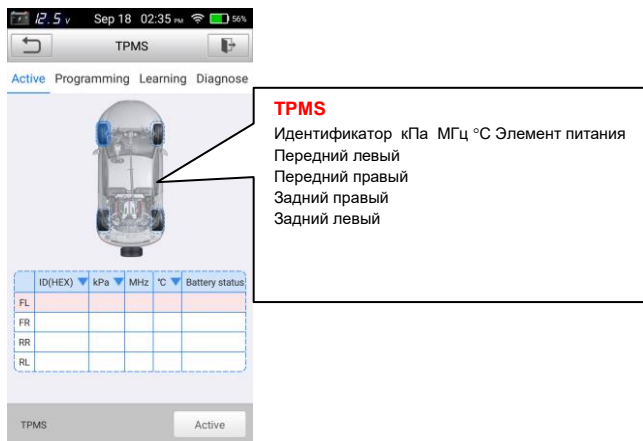

Рис. 5-4
1. Выполните этапы в разделе 5.1, чтобы выбрать тестируемый автомобиль. После выбора требуемой модели автомобиля на экране прибора отображается окно, как показано на рис. 5-4.